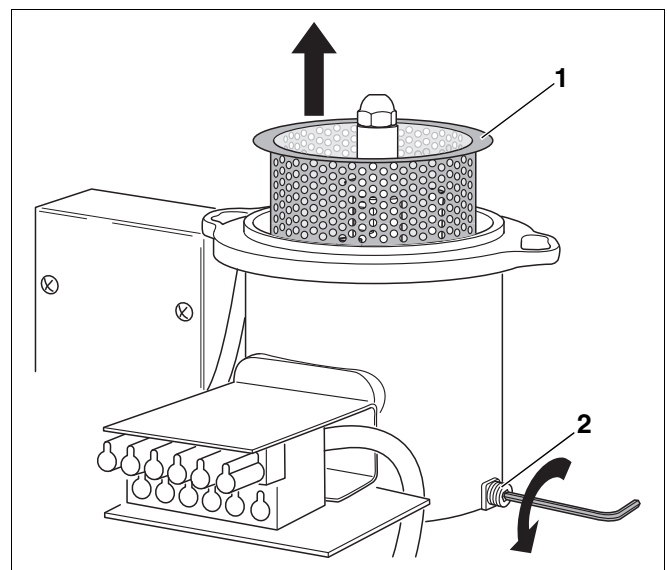

Abb. 47 Lochblechzylinder demontieren
- Gewindestift (Abb. 47, **Pos. 2**) außen am Gehäuse lösen.
- Lochblechzylinder (Abb. 47, **Pos. 1**) entnehmen.
- Lochblechzylinder (Abb. 47, **Pos. 1**) mit handelsüblicher Reinigungslösung (Spülmittel) reinigen.
- Lochblechzylinder (Abb. 47, **Pos. 1**) wieder einsetzen und mit Gewindestift befestigen.